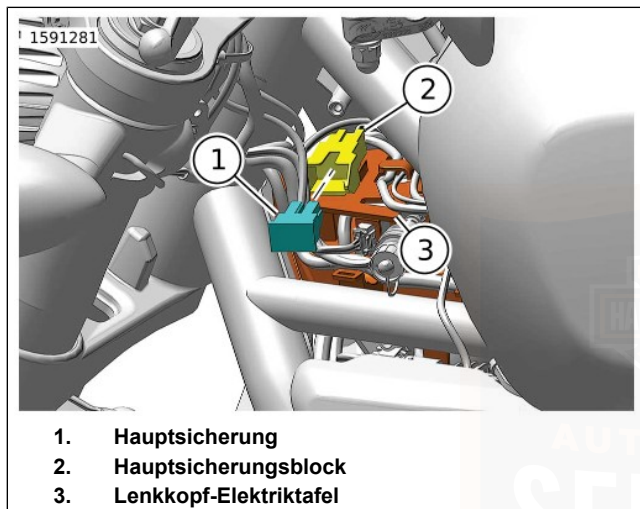
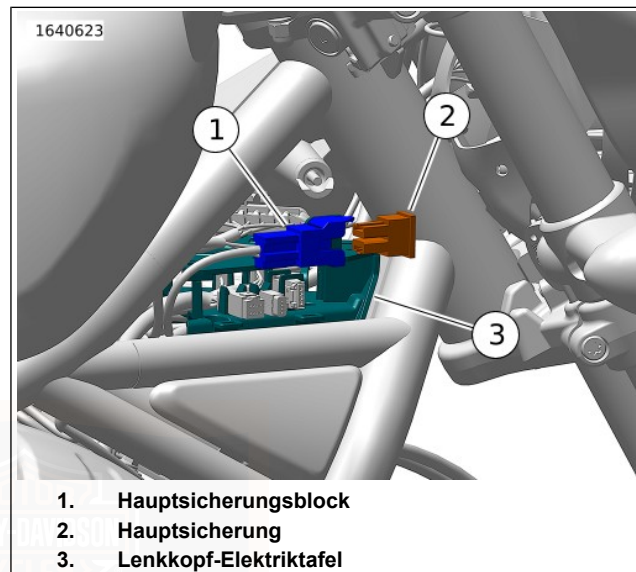

Abbildung 99. Lage der Hauptsicherung (RH1250S)
Abbildung 100. Lage der Hauptsicherung (RH975/S)
3. Siehe Abbildung 99 oder Abbildung 100. Den Hauptsicherungsblock (3) aus der Lenkkopf-Elektriktafel (3) ausbauen.
1. Siehe Abbildung 99 oder Abbildung 100. Die Hauptsicherung einbauen.
2. Den Hauptsicherungsblock (3) in die Lenkkopf-Elektriktafel (3) einbauen.